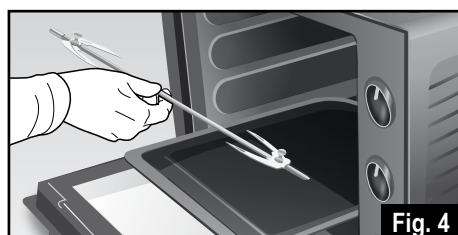

Fig. 4
- Quitar la rejilla (D) del horno y colocar la grasera (C) en un nivel (E) inferior al de la espada (O).
- Introducir el extremo puntiagudo de la espada (O) en la cavidad situada en la pared derecha y fijarla al eje motor. Apoyar el extremo opuesto sobre el soporte de la espada ubicado en la pared izquierda (Fig. 4).
- Introducir el enchufe en la toma de corriente y, mediante el pomo de selección de funciones (H), seleccionar el tipo de cocción deseado: